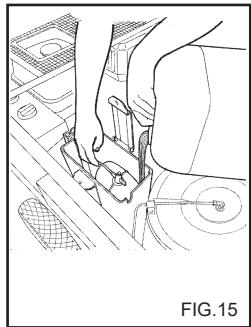

FIG.15
- 5) Schenk circa 3 liter antivriesoplossing in het reservoir (fig. 15).